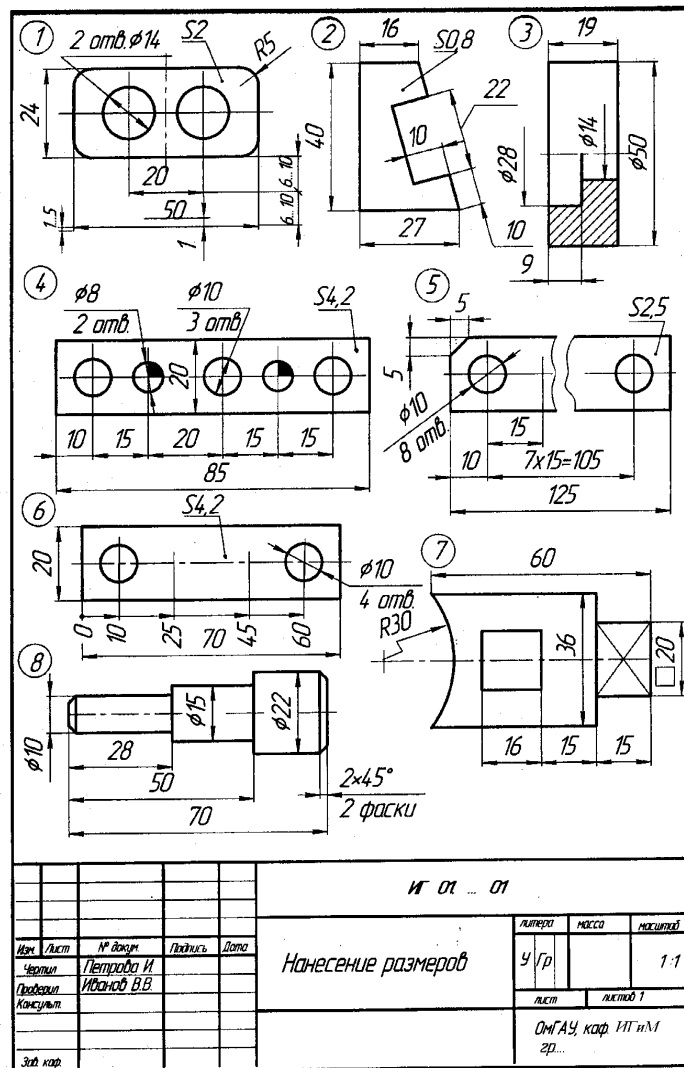

Рис.1 – Пример работы ИГ 01
**Содержание:** На листе формата А4 вычертить типы линий, примеры графических обозначений материала и нанесения размеров (см. рис.1). В основной надписи написать свою фамилию, фамилию преподавателя, заведующего кафедрой, номер группы и номер работы: ИГ 01. XX. 01, где XX – ваш номер по списку; для студентов заочников – номер по двум последним цифрам номера зачетной книжки.